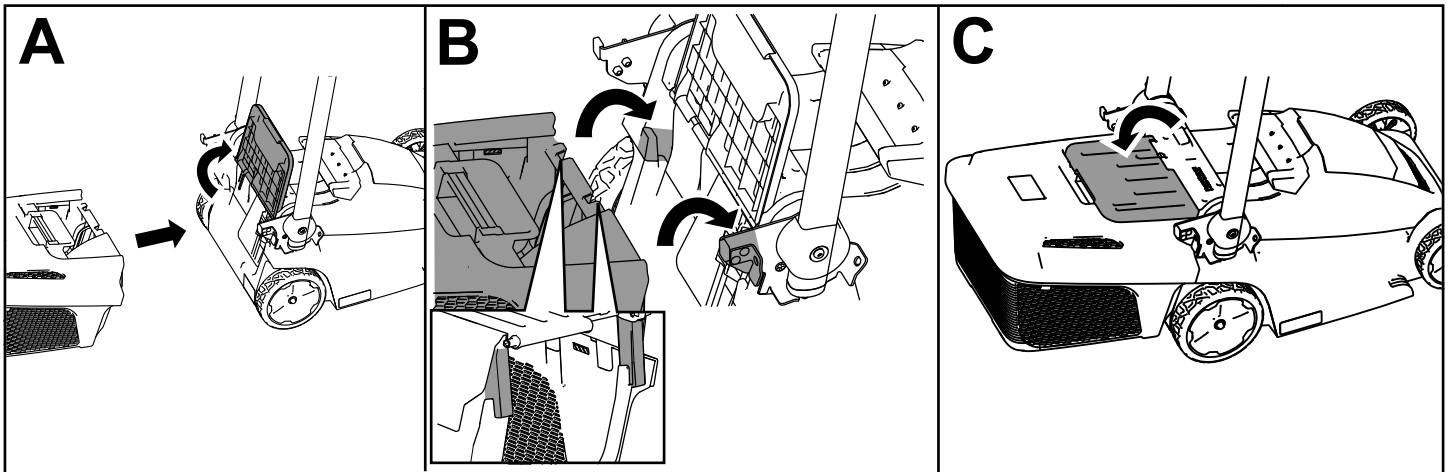

Figura 14
1. Move a pega para a posição vertical e levante o defletor traseiro (A de Figura 14).
2. Instale os ganchos da caixa de relva nas ranhuras na traseira da máquina (B de Figura 14).
3. Deixe o defletor traseiro ficar apoiado na caixa (C de Figura 14).